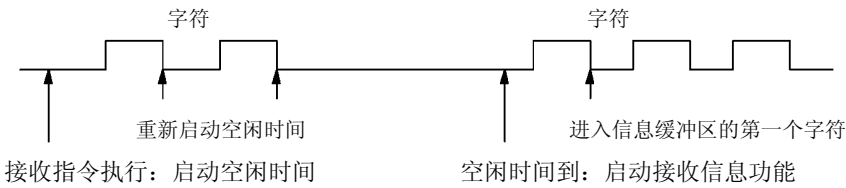

图 6-10 用空闲时间检测来启动接收指令
1. **空闲线检测：**空闲线条件是指在传输线上一段安静或者空闲的时间。在 SMW90 或者 SMW190 中指定其毫秒数。当接收指令在程序中执行时，接收信息功能对空闲线条件进行检测。如果在空闲线时间到之前接收到任何字符，接收信息功能会忽略那些字符并且按照 SMW90 或者 SMW190 中给定的时间值重新启动空闲线定时器。如图 6-10 所示。在空闲线时间到之后，接收信息功能将所有接收到的字符存入信息缓冲区。